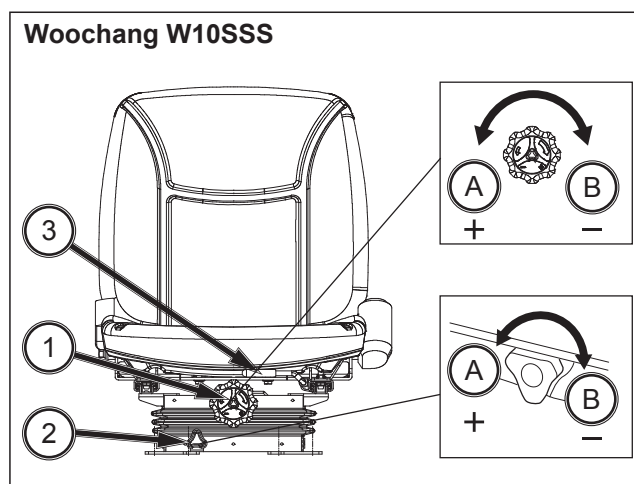

ABB. 77
ABB. 77: Der Traktor ist mit einem Überroll-Schutzbügel (ROPS) (1) und einem Sicherheitsgurt ausgestattet. Der Sicherheitsgurt muss stets angelegt bleiben, wenn der Traktor mit dem Überroll-Schutzbügel in aufrechter, verriegelter Position verwendet wird.